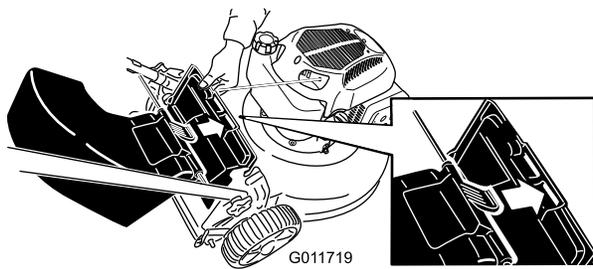

Figure 15
3. Insérez la languette du déflecteur d'éjection arrière dans la fente droite du déflecteur arrière (Figure 15).